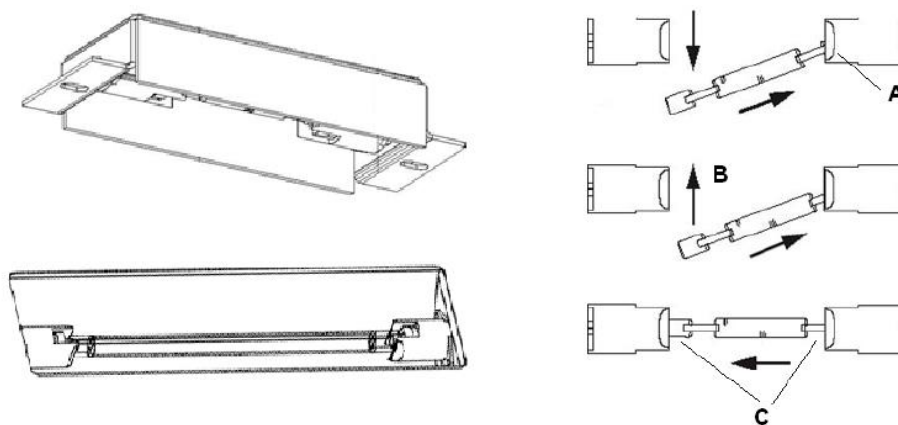

Figura 18
4. Coloque la lámpara nueva (230 V- 500W). Primero, presione un lado de la lámpara en la entrada de ésta (A) y en su posición correcta (B). Use el resorte para hacer contacto con la otra terminal (Vea la Figura 18).
5. Asegúrese que la lámpara esté correctamente sujeta entre las dos terminales (C). De lo contrario, puede moverse para fijarla a las terminales.